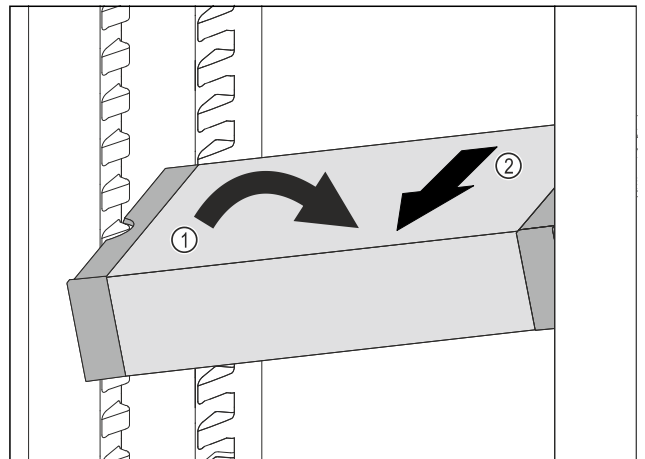

Fig. 133
- ▶ Встановити VarioSafe під кутом в охолоджувальному відділенні. Fig. 133 (1)
- ▶ Витягнути VarioSafe вперед. Fig. 133 (2)